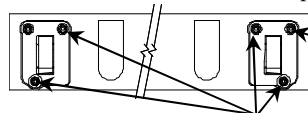

Figure 2. Retirer les écrous à embase (4).
- Retirer la garniture de carénage inférieure à l'arrière du véhicule en retirant les pièces de fixation (5) et les rivets en plastique (2) qui fixent le carénage de base au véhicule. Percer le centre de la tête des rivets à l'aide d'un petit poinçon ou d'une pointe affilée. Glisser soigneusement le tournevis ou l'outil de finition entre les panneaux couvrant les rivets desserrés et retirer la tête de rivet restante. En se frayant un chemin depuis l'extérieur (emplacement de rivet), tirer lentement la garniture de carénage vers le haut.
- Au besoin, retirer ou desserrer les panneaux de garniture arrière (2) à la base du véhicule pour obtenir plus de dégagement pendant l'installation de l'attelage.
- Retirer les écrous à embase (4) du parechoc. Voir la Figure 2.